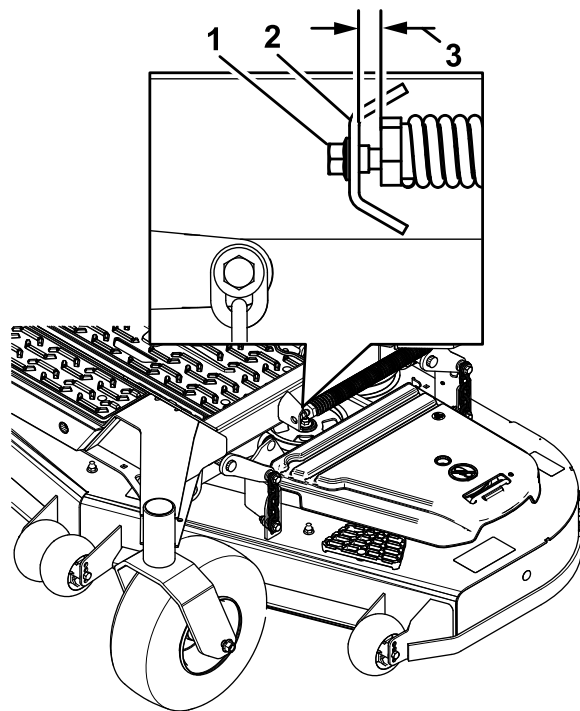

Figura 102
10. Afloje lentamente el tornillo de ajuste del muelle auxiliar de elevación hasta que pueda retirar el tornillo (Figura 102).